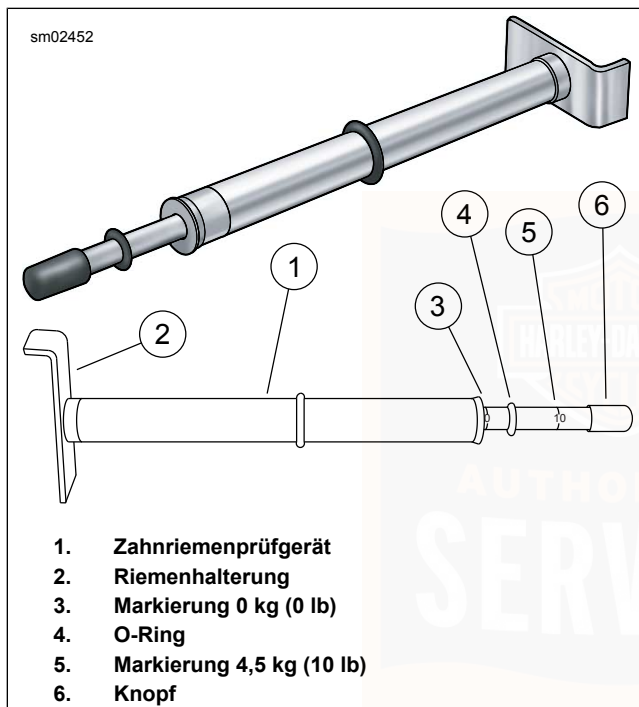

Abbildung 74. Zahnriemenprüfgerät
3. Siehe Abbildung 74. Messung der Riemendurchbiegung mit: